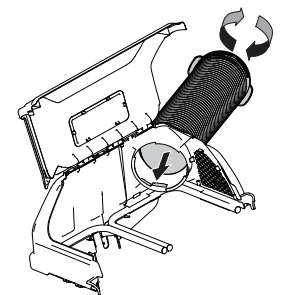

Figure 19
1. Enfiler l'extrémité supérieure du tuyau fermement dans le support supérieur de la goulotte. Il y a deux languettes sur la partie intérieure inférieure du support supérieur de la goulotte pour permettre un bon enfilage. Voir Figure 19.